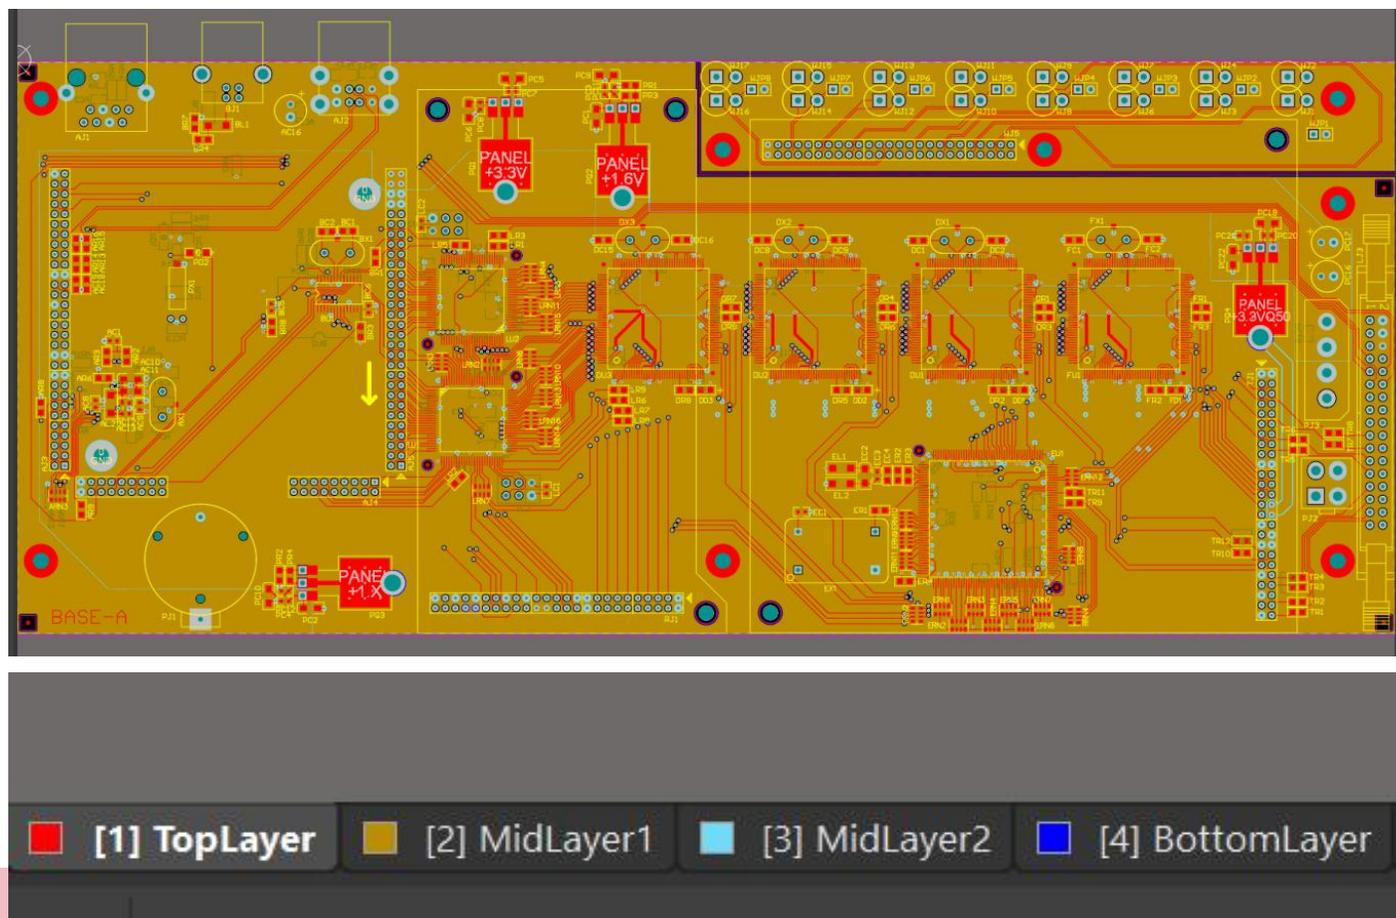

图7-89 PCB电源板
9.绘制PCB的另一个四层板，PCB电源板，如图7-89所示。